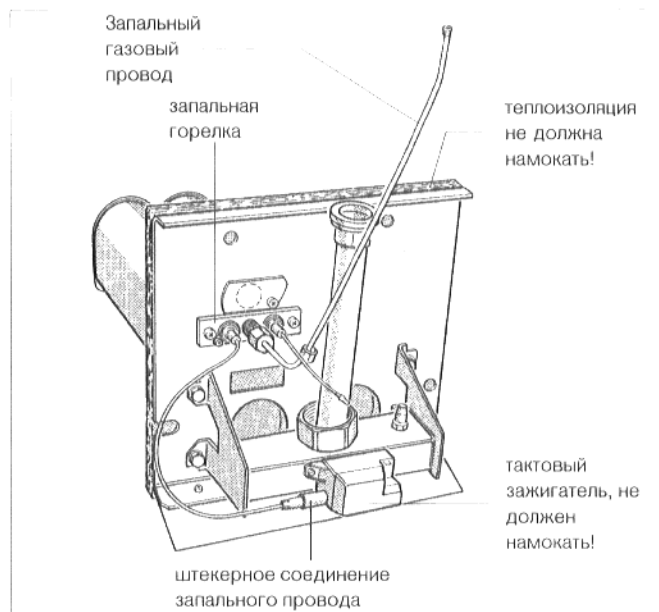

Рис. 46: газовая горелка
- Снять штекерное соединение запального провода у тактового зажигающего (рис. 46).
- Снять провод запального газа у запальной горелки (рис. 46).
- Ослабить два винта у запальной горелки и осторожно вытянуть запальную горелку (рис. 46).
- Погрузить стержни горелки в воду с детергентом и очистить щеткой. Следить при этом, чтобы теплоизоляция у щита горелки и тактовый зажигающий не намокли! При необходимости отвинтить тактовый зажигающий (рис. 46).